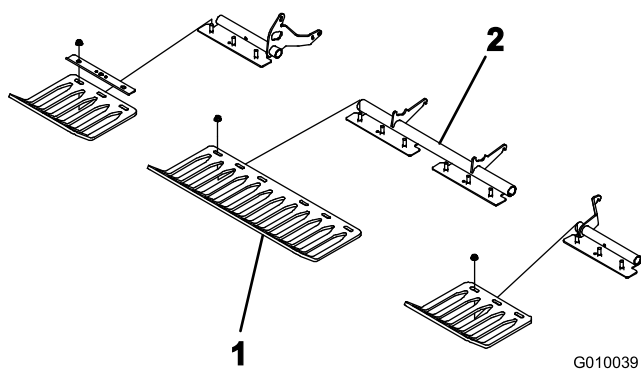

Bild 23
3. Befestigen Sie die Rasenschutzvorrichtungen mit 4 Rasenschutzklemmen und 12 Bundmuttern lose an den Halterungen der Rasenschutzvorrichtung (Bild 23). Ziehen Sie die Bolzen nicht fest.
Hinweis: Die Rasenschutzklemmen und die Bundmutter sind bei der Lieferung an den Halterungen der Rasenschutzvorrichtung befestigt (Bild 23).